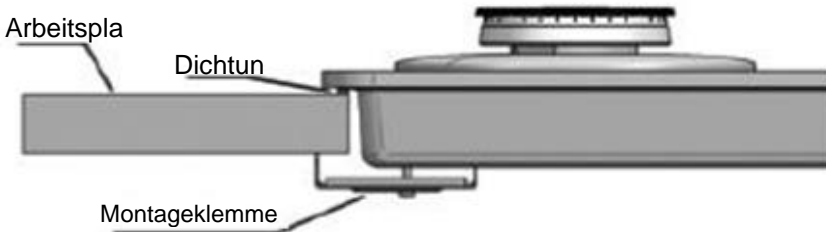

Abbildung 7.
- Damit keine Fremdkörper und Flüssigkeiten zwischen Kochfeld und Arbeitsplatte gelangen können, muss vor der Installation die Dichtung überlappungsfrei an der Öffnung der Arbeitsplatte angebracht werden. (Abbildung 7)
- Befestigen Sie das Gerät mithilfe der Installationsschablone und Schrauben an der Arbeitsplatte. (Abbildung 7 und 8)